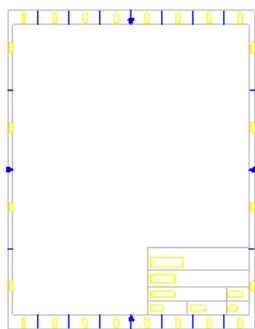

图 7.6.4 纵向
- ☒ 单选项：用于设置纸张纵向放置，如图 7.6.4 所示。